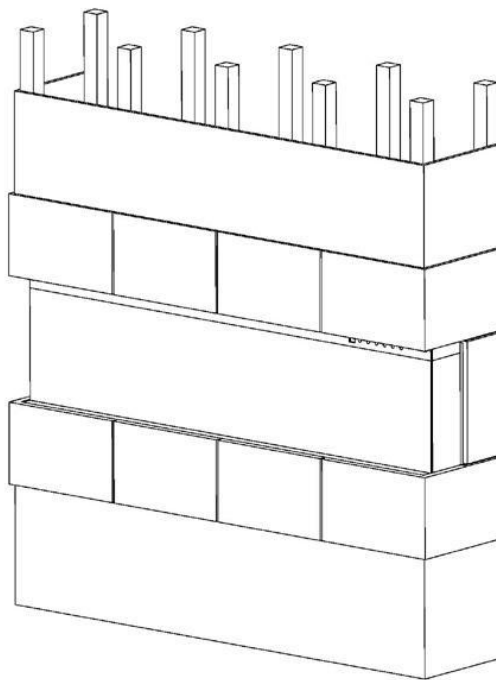

Fig. 3-5
8. Dekorér krydsfineren eller gipsvæggen med glaserede fliser, tapet osv. **Fig. 3-5**